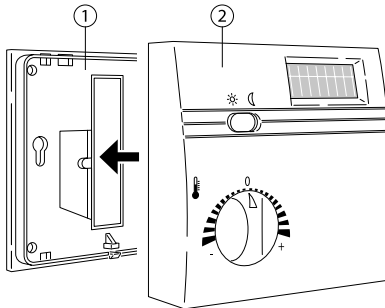

Fig. 24: Montage des Funk-Raumtemperaturregler
- Anschließend den Funk-Raumtemperaturregler (Fig. 24, Pos. 2) auf die Grundplatte aufstecken (Pos. 1).